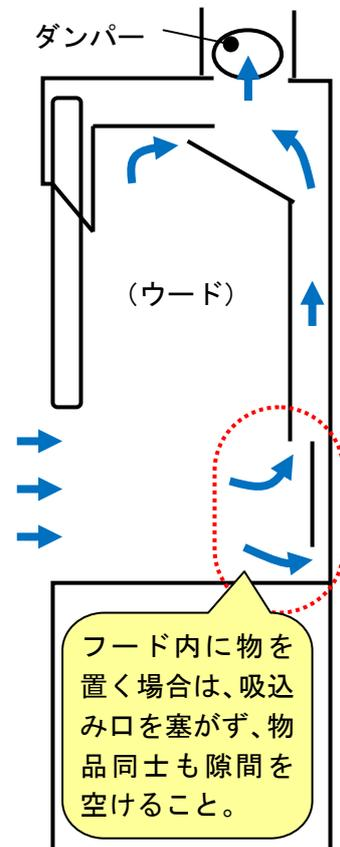

図3 フード断面
- ・物品を置く場合は隙間をあけ、有機溶剤等の重い気体の排気を阻害しない配置とする（図3）。